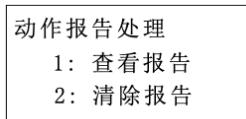

图 7-8 报告子菜单
7.2.4 “报告”: 进行与报告相关操作。本装置 FLASH 区可保存不少于 100 个最近发生的历史报告, 该菜单分二个子菜单, 如图 7-8 所示: